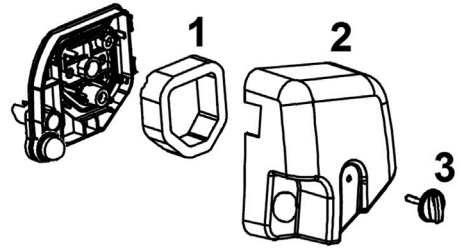

Рис. 13 Обслуживание воздушного фильтра
Загрязнение воздушного фильтра может препятствовать поступлению воздуха для образования воздушно-топливной смеси. Для предотвращения неисправностей двигателя надо осуществлять регулярное обслуживание воздушного фильтра (Рис. 13). При работе в условиях повышенной запыленности воздушный фильтр необходимо обслуживать чаще.
1. Выкрутите винт крепления (3) и снимите крышку воздушного фильтра (2) (Рис. 13).
2. Извлеките воздушный фильтр (1) из корпуса (Рис. 13) и проверьте его на отсутствие повреждений.